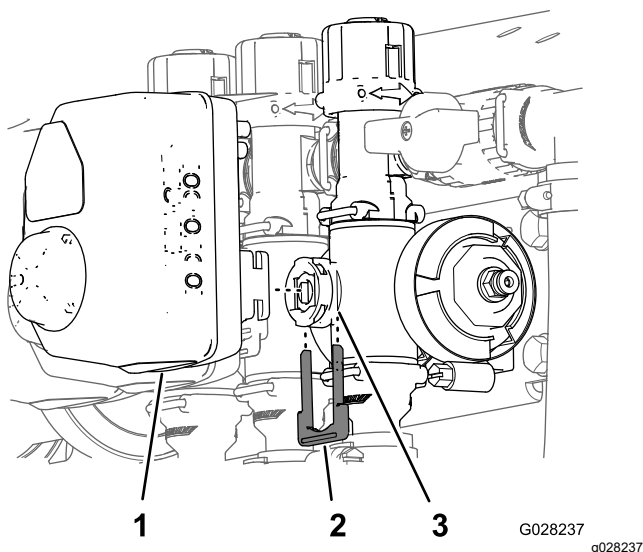

Figura 112
3. Retire la horquilla de retención que sujeta el actuador al distribuidor de la válvula de control de caudal, de agitación, fumigación maestra o de sección (Figura 112).